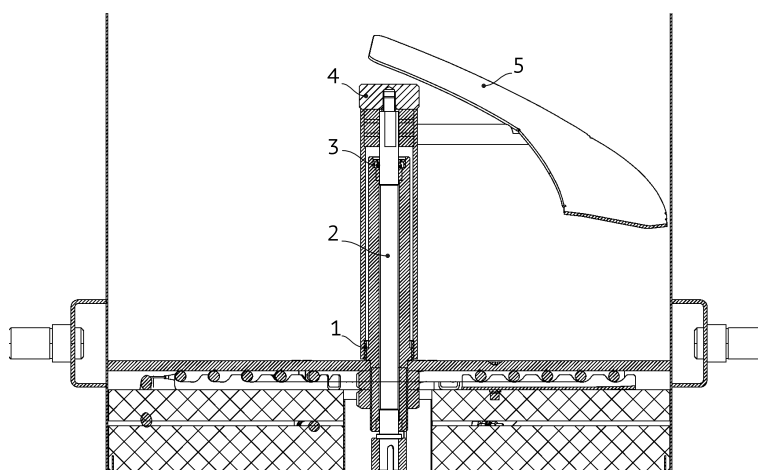

Рисунок 5
6. Открутите гайку (4), см. Рис. 5. Снимите мешалку (5) с вала привода мешалки (2). Проверьте состояние манжеты уплотнительной (3) и втулки фторопластовой (1). Изношенные элементы замените.
1. Открутите гайку (4), см. Рис. 5. Снимите мешалку (5) с вала (2).